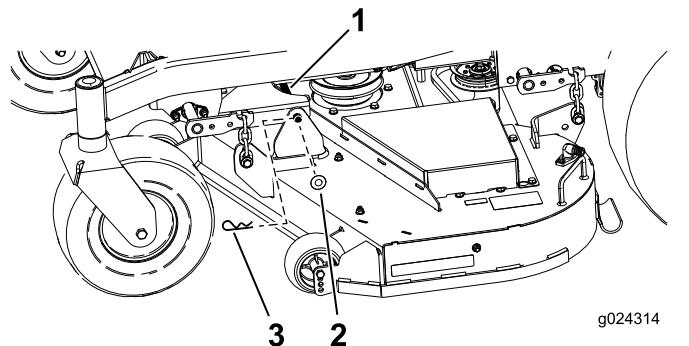

Figura 75
1. Rimuovete la coppiglia e la rondella che fissano il perno d'attacco lungo al telaio e al piatto; rimuovete la barra d'attacco (Figura 75).
- Fissate il perno d'attacco con le coppiglie e le rondelle rimosse in precedenza (Figura 75).